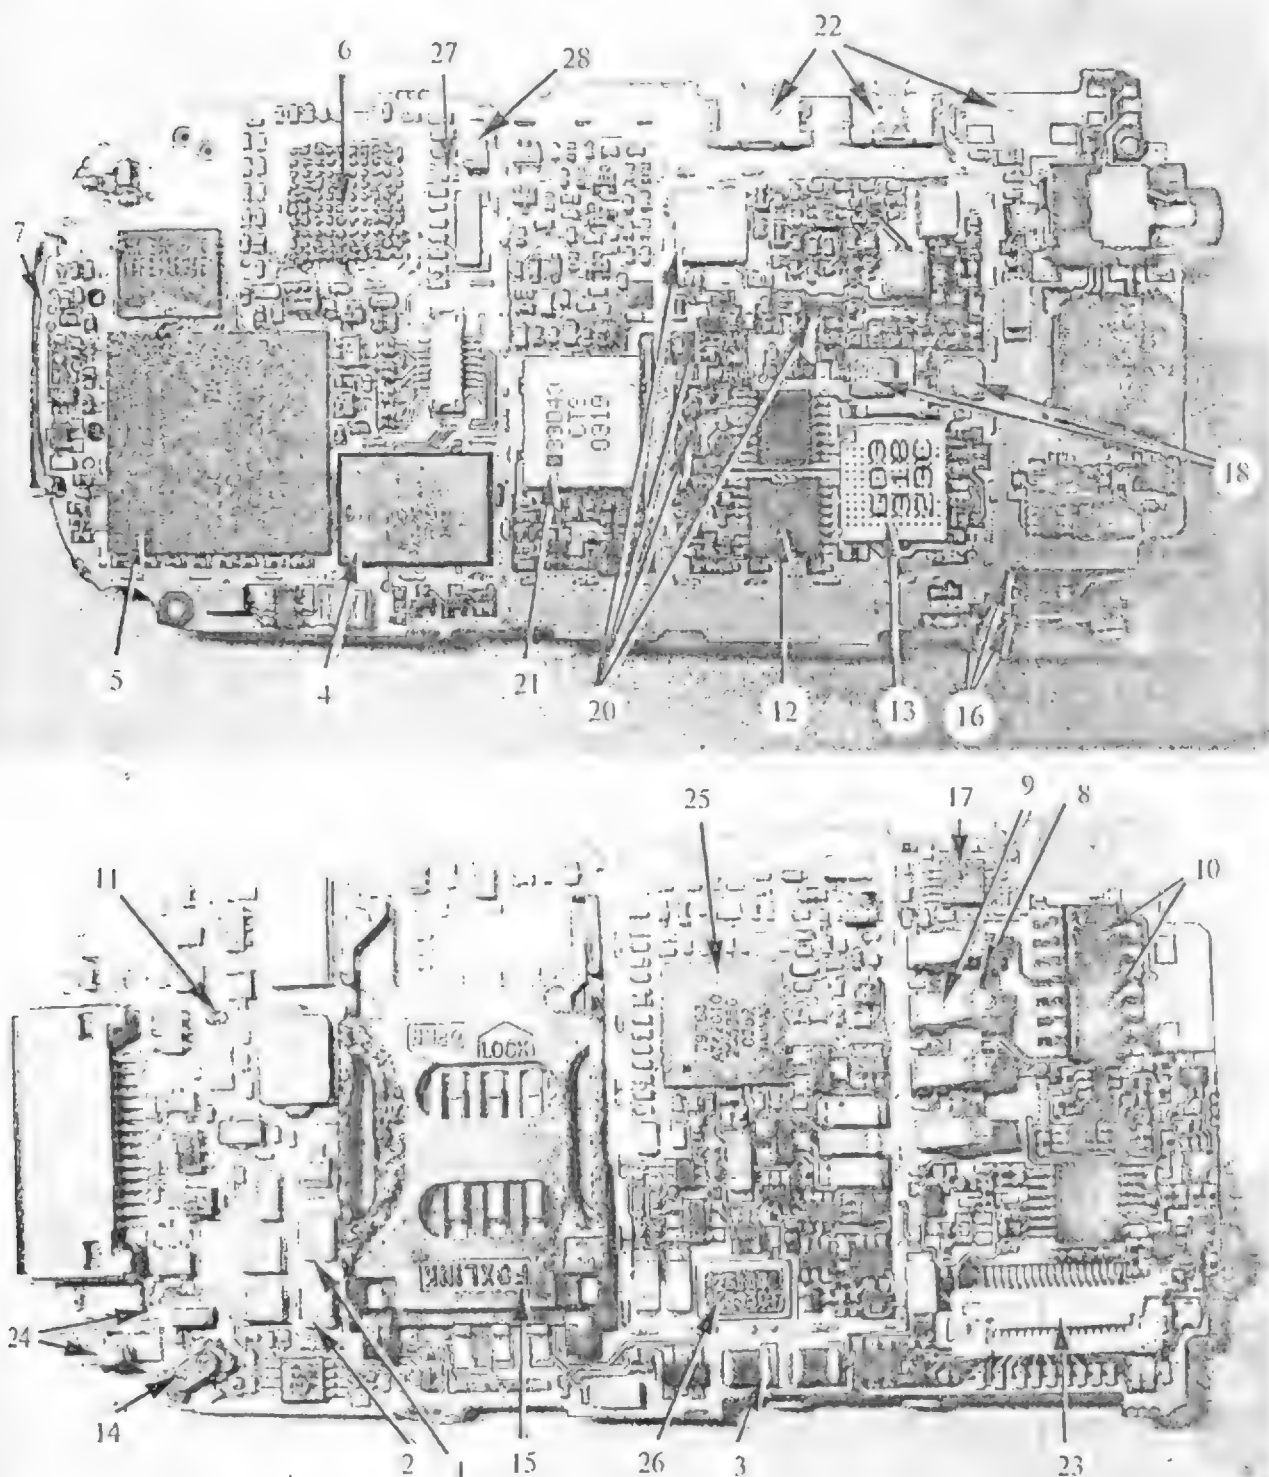

Рис. 3.4. Контрольные точки на системной плате
Все неисправности модели «Motorola V50», которые будут рассмотрены, справедливы и для моделей V3688/V3690. Для ремонта телефонов необходим цифровой тестер, специальное паяльное оборудование, программатор для перезаписи микросхемы Flash-памяти и внутренней памяти процессора, а также компьютер со специализированным программным обеспечением. Принципиальная электрическая схема модели V3688 приведена на рис. 3.1 и 3.2. Для ремонта телефонов достаточно иметь схему размещения элементов на монтажной плате. Для моделей V3688/V3690 она приведена на рис. 3.3, а для модели V50 (версия 14) — на рис. 3.4.
Для локализации неисправности необходимо подать на телефон питающее напряжение (от аккумулятора или от внешнего источника питания) и вольтметром измерить напряжения: на конденсаторах C924, C925 — +2,8 В (1 на рис. 3.4), на конденсаторах C926, C927 — +1,8 В (2 на рис. 3.4) и на конденсаторах C945, C946 (3 на рис. 3.4) — +5 В. Если все напряжения равны нулю, неисправна микросхема GCAP II, формирующая эти напряжения. Если напряжение +2,8 В появляется и сразу же падает до нуля, скорее всего, неисправна одна из микросхем: EEPROM U701 (4 на рис. 3.4), U900 GCAP II (5 на рис. 3.4) или процессор U700 WHITECAP (6 на рис. 3.4). В первую очередь проверяют (заменой) Flash. В аппаратах 14-й версии установлена микросхема EEPROM фирмы Atmel. Ее лучше заменить на микросхему фирмы Intel. Необходимо отметить, что в разных версиях аппаратов микросхема U701 устанавливается на плату по-разному (см. ключ установки U701 на рис. 3.3 и 3.4). После замены микросхемы памяти необходимо проверить напряжение питания на указанных конденсаторах. Если оно пришло в норму, для восстановления работоспособности телефона необходимо перезаписать микросхему Flash-памяти. Для это-
то необходим программатор и откалиброванный файл «прошивки» Reraig для конкретной версии аппарата (включает в себя конкретные настройки сети и инженерные установки). Контрольная точка для подключения программатора — TP102 на рис. 3.3. (7 на рис. 3.4).
В первую очередь проверяют саму аккумуляторную батарею и контакты ее соединителя J604 (8 на рис. 3.4). При отсутствии контакта в соединителе после подключения к телефону зарядного устройства значок зарядки на ЖК индикаторе пропадает. Если он отображается — контакты в порядке и далее необходимо проверить процессор WHITECAP. Для этого отключают от телефона аккумуляторную батарею и омметром измеряют сопротивление между контактом «BAT\_SER\_DATA» соединителя J604 (9 на рис. 3.4) и общей шиной (например, экраном приемного или передающего узла). Если сопротивление равно 40...50 Ом, вышел из строя узел контроля батареи (в составе процессора) и его необходимо заменить. У исправной микросхемы сопротивление составляет 1 кОм и более. Чаще всего подобная проблема возникает в аппаратах версии 1081. В этом случае на индикаторе появляется сообщение «Invalid Battery» или процесс зарядки отображается, но батарея не заряжается.
проверяют диод D945 на обрыв и, если он исправен, заменяют ключ Q942 (10 на рис. 3.4), через который заряжается аккумуляторная батарея.
В аппаратах 14-й версии такая неисправность встречается крайне редко. В этих моделях, как правило, выходит из строя сама батарея или окисляются контакты соединителя J604. Кроме того, в этих аппаратах в цепи заряда установлен защитный стабилитрон (11 на рис. 3.4) на напряжение 5 В. Очень часто при использовании неоригинального зарядного устройства (китайского производства) или устройства зарядки от бортовой сети автомобиля, не имеющих схемы ограничения выходного напряжения, этот стабилитрон выходит из строя. В результате батарея не будет заряжаться. Стабилитрон проверяют омметром на короткое замыкание и, при необходимости, заменяют.
Эта неисправность чаще всего проявляется в аппаратах 14-й версии, имеющих недостаточно надежный усилитель мощности диапазона GSM U400 (12 на рис. 4). С помощью приборов его исправность определить достаточно сложно: потребляемый ток микросхемы в рабочем режиме кратковременно возрастает, что приводит к срабатыванию защиты узла питания. Передатчик заменяют, при этом лучше использовать микросхему из телефонов V3688/V3690. В этих аппаратах качество комплектующих значительно выше, чем в новых телефонах V50. Если замена передатчика ни к чему не привела, заменяют смеситель сигналов GSM/DCS FL300 (13 на рис. 3.4). Он имеет керамический корпус, который при падении аппарата иногда трескается. Как и в предыдущем случае, в режиме передачи резко возрастает потребляемый ток и аппарат выключается. Подобная проблема со смесителем встречается как в старой, так и в новой версии аппаратов.
Сам микрофон — это достаточно простой и надежный элемент, выходит из строя крайне редко. Иногда, после попадания влаги, окисляются контакты его соединителя J910 (14 на рис. 3.4). Как правило неисправность устраняется после замены микросхемы GCAP II.
Вначале проверяют состояние контактов соединителя SIM-карты J900 (15 на рис. 3.4). Иногда они отслаиваются от платы или окисляются. Если контакты в норме — заменяют GCAP II.
В первую очередь проверяют наличие контакта в антенном соединителе A1. Затем омметром проверяют на обрыв согласующие катушки L101, L102, L112 (16 на рис. 3.4). При деформации пла-
ты (падении аппарата) их керамическая основа трескается, и катушки выходят из строя (обрыв). Если катушки исправны, заменяют антенный переключатель U101 (17 на рис. 3.4). Если его замена не решает проблему, проверяют (заменой) полосовые фильтры FL450, FL460 (18 на рис. 3.4), СВЧ-усилители на транзисторах Q451, Q461, смеситель на транзисторной сборке Q1254, фильтр FL457 и усилитель на транзисторе Q490 (20 на рис. 3.4). Если все указанные элементы исправны — заменяют микросхему U913 MAGIC (21 на рис. 3.4).
Вначале с помощью омметра проверяют боковые кнопки UP, SMART, DOWN (22 на рис. 3.4). Очень часто они загрязняются. Если кнопки исправны, проверяют диодную сборку CR948, защищающую процессор WHITECAP от статического электричества (сборка установлена только в телефонах версии 1081). Если все элементы в норме, а кнопки не работают — заменяют процессор.
- нет контакта в соединителе J700 (23 на рис. 3.4);
Для проверки вибровозвонка подают на него +2,5 В от внешнего источника. Затем проверяют контакты соединителя J810/811 (24 на рис. 3.4) на отсутствие окисления. Если все в норме, вначале заменяют усилитель U801, а если результата нет — микросхему GCAP.
Проверяют наличие сигнала частотой 32,768 кГц на конденсаторах C930, C931 (27 на рис. 3.4). Если сигнала нет — заменяют кварцевый резонатор Y900 (28 на рис. 3.4), в противном случае неисправна микросхема GCAPII.